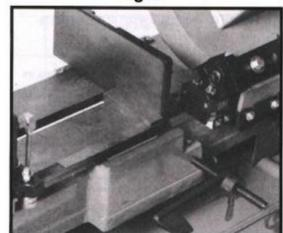

Fig. 7
2. Legen Sie ein Winkelmaß wie in Abbildung 7 dargestellt an. Das Winkelmaß sollte über die gesamte Länge des Schraubstocks und der Klinge ohne Lücke.